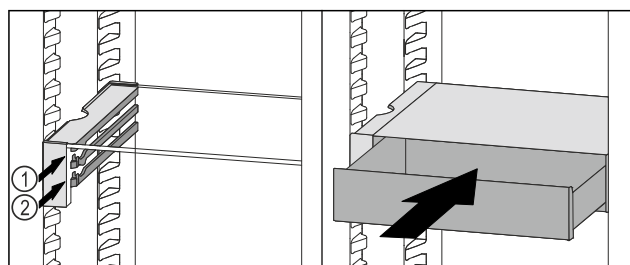

Fig. 135
- Установите выдвижной ящик VarioSafe за стопоры на требуемый выступ Fig. 135 (1) или Fig. 135 (2).